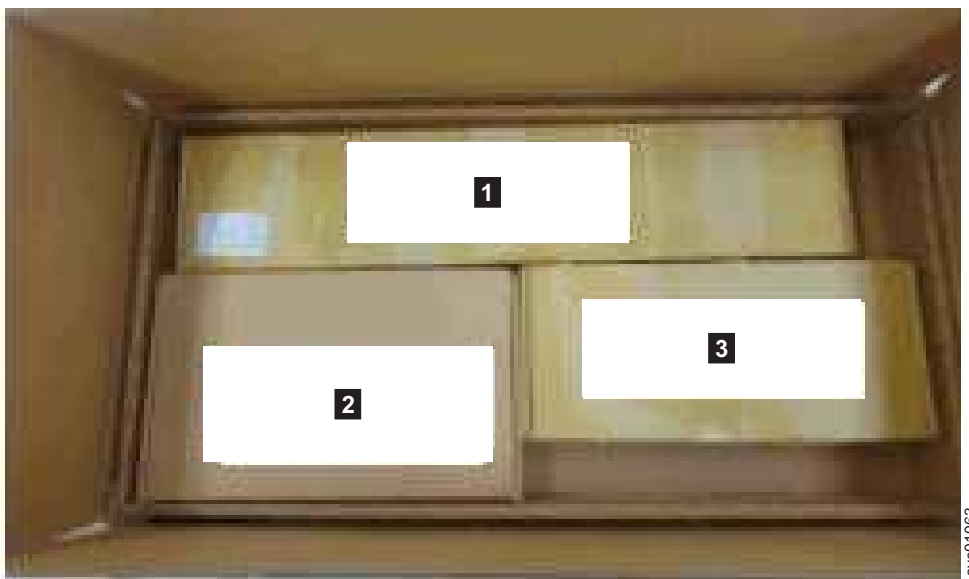

図 46. 拡張エンクロージャーの部品が入ったトレイ
拡張エンクロージャーおよびほとんどの部品は、一緒に 1 つの大きい箱に入れて出荷されます。エンクロージャーの上にあるトレイに、前面鼻隠し (1U および 4U の部品)、ケーブル・マネジメント・アーム (CMA)、およびスライド・レール・キットが入っています。これらの部品はお客様が取り付ける必要があります。図 46 は、出荷時のエンクロージャーのパッケージの状態を示しています。
6. 出荷時のボックスからサポート・レール・キットを取り出します ( 61 ページの図 46 の **1** を参照)。
17. ケーブル・マネジメント・アーム・アセンブリーをパッケージ ( 61 ページの図 46 の **2** ) から取り出します。